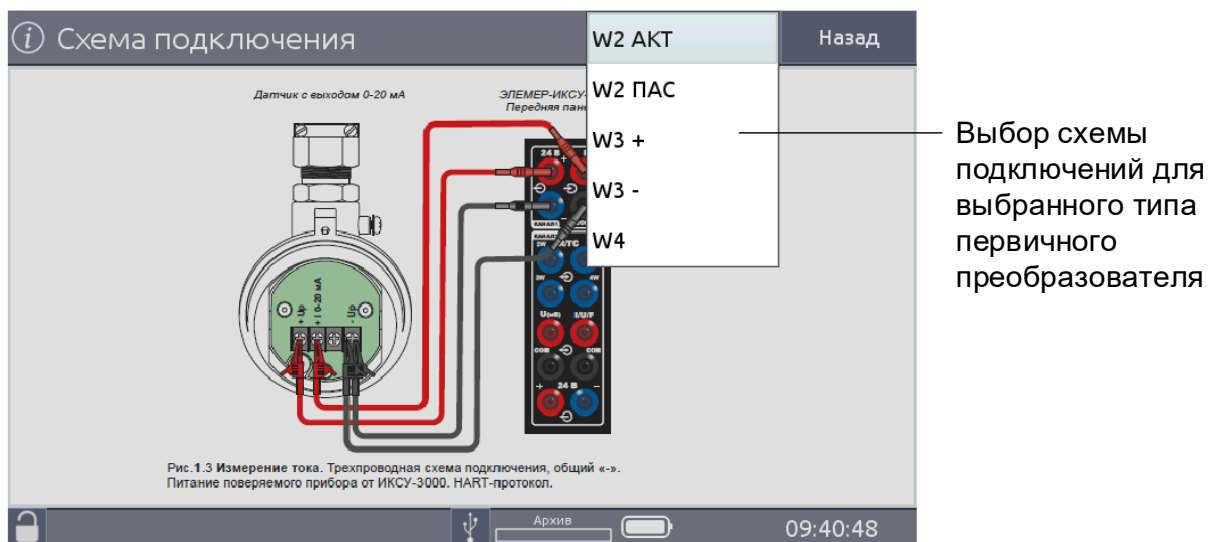

Рисунок 2.18
2.7.1.5 Для просмотра схемы подключения прибора переходят на вкладку «Схема подключения» (рисунок 2.18)